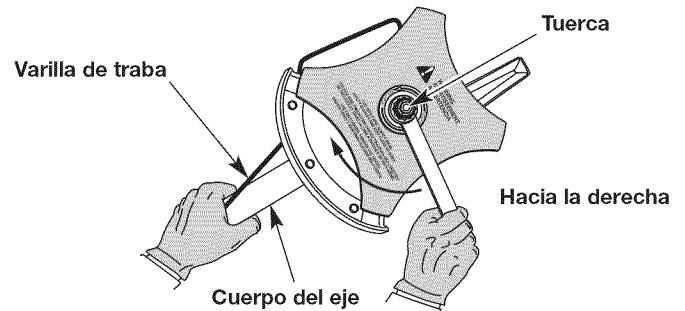

Fig. 14
2. Sostenga firmemente la varilla de traba contra el cuerpo del eje (Fig. 14).
3. Mientras sujeta la varilla de traba en su lugar, afloje la tuerca girándola hacia la derecha con una llave de boca cerrada o de cubo de 5/8 de pulgada (Fig. 14).
3. Sostenga firmemente la varilla de traba contra el cuerpo del eje (Fig. 14).